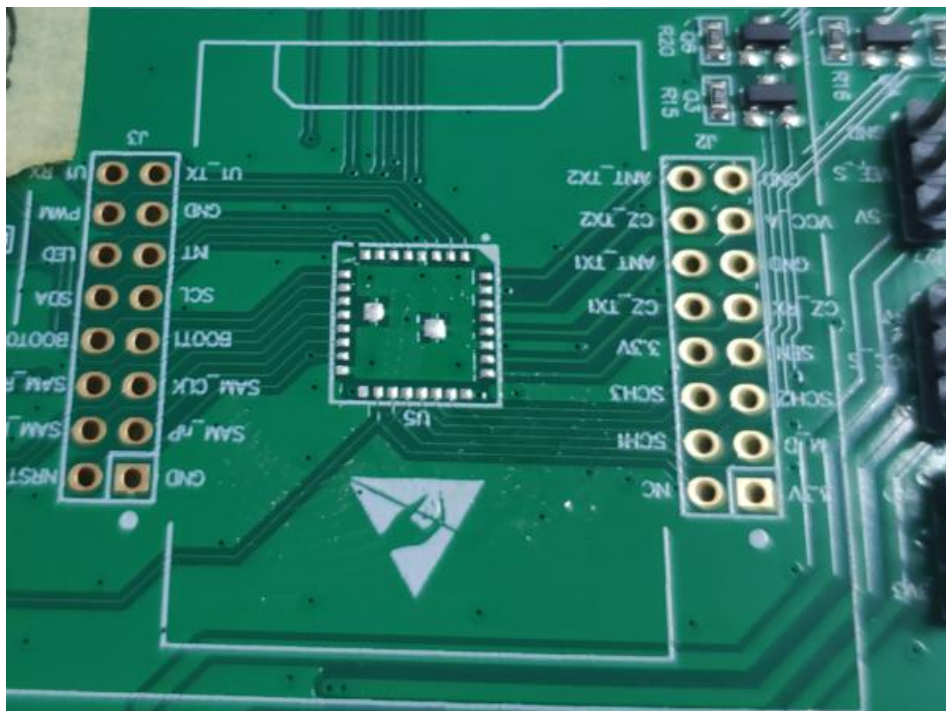
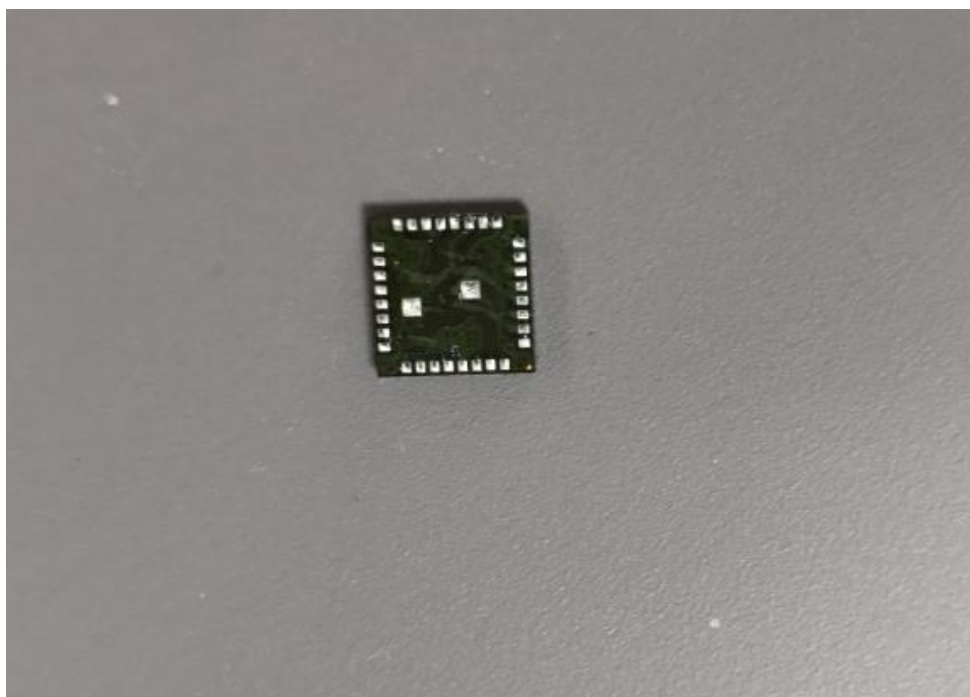

图 3.4 焊盘上锡示例
图 3.5 芯片引脚上锡示例
- (4) 清洗 PCB 板上的松香。清理之后焊盘上锡之后，PCB 板上有多余的松香，需要用洗板水或者酒精清洗 PCB 板上的松香，保证 PCB 干净。
- (5) 芯片引脚和焊盘上低熔点焊锡。采用低熔点 183℃ 的锡线给 PCB 板的焊盘上锡，**注意上锡时电烙铁温度上限 250℃**，用松香配合上锡效果最佳。待焊接的芯片需要预先在 125℃ 温度下烘烤 12 小时，烘烤过后的芯片需要在 12 小时内完成焊接，如果芯片引脚氧化，需要借助松香给芯片引脚上锡，锡的厚度保证烙铁刮锡不出现连锡现象即可，焊盘上锡后的效果如图 3.4 所示，芯片引脚上锡后的效果如图 3.5 所示。